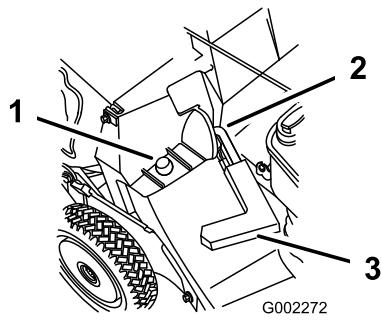

Figura 17
2. Asegúrese de que el tirador de la puerta de descarga está totalmente hacia adelante y que la clavija está situada en el cierre (Figura 17).
3. Coloque el agujero del marco de la bolsa sobre el poste de retención en el conducto de descarga (Figura 17).
2. Levante el tirador de la puerta de descarga y muévalo hacia adelante para que la clavija entre en el cierre (Figura 17).